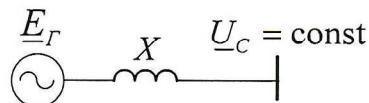

Рис. 1
2. Понятие статической апериодической устойчивости на примере простейшей схемы электропередачи (рис. 1). Практические критерии статической апериодической устойчивости.